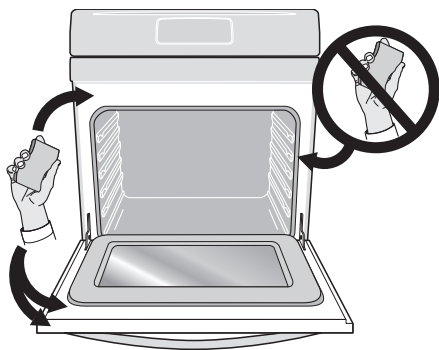

Figure 21 : Nettoyer autour du joint de porte du four
- Ne pas nettoyer le joint de porte du four (Figure 21). Le matériel tissé de la porte du four est essentiel à une bonne étanchéité. Il faut prendre garde à ne pas frotter, endommager ou arracher le joint de porte.
- Nettoyer toute la saleté du cadre du four, la garniture de porte à l'extérieur du joint de porte et de la petite zone au centre avant de la sole du four. Ces zones reçoivent suffisamment de chaleur pour brûler les saletés. Nettoyer à l'eau savonneuse. Ces zones sont illustrées en blanc (Figure 21).